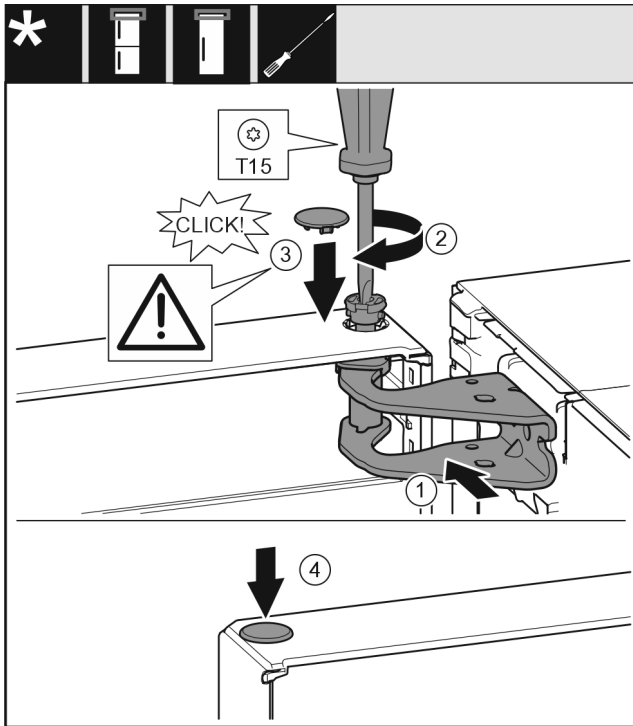

Fig. 20
- ▶ Poravnajte gornja vrata prema otvoru u podlošku ležaja. Fig. 20 (1)
- ▶ Umetnite svornjak i zavijte odvijačem T15. Fig. 20 (2)
- ▶ Montirajte sigurnosni pokrov radi osiguranja vrata: Umetnite sigurnosni pokrov i provjerite naliježe li na vrata. U protivnom u potpunosti umetnite svornjake. Fig. 20 (3)
- ▶ Umetnite čep. Fig. 20 (4)